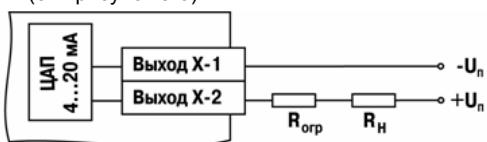

Рисунок 3.6
**Формирователь токового сигнала (выход И)** преобразует на активной нагрузке Rh значение на выходе в токовый сигнал 4...20 мА (см. рисунок 3.6).